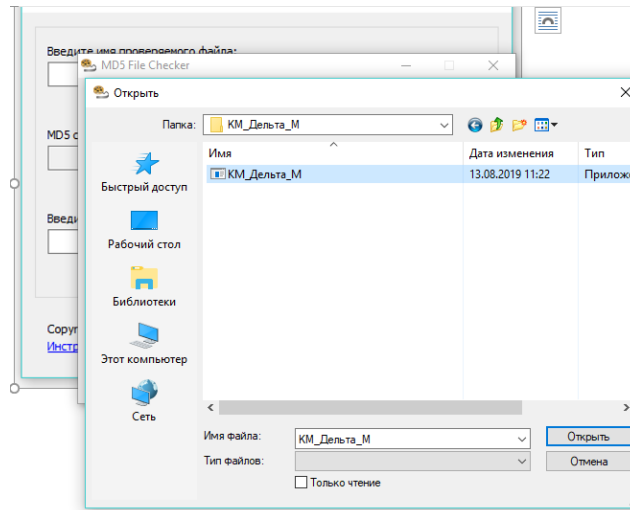

Рисунок 4
6.2.1.3 Нажать «Обзор» и указать в папке с программой исполняемый файл «КМ_Дельта_M.exe» (см. рисунок 4), затем последовательно нажать кнопки «Открыть» и «Рассчитать».